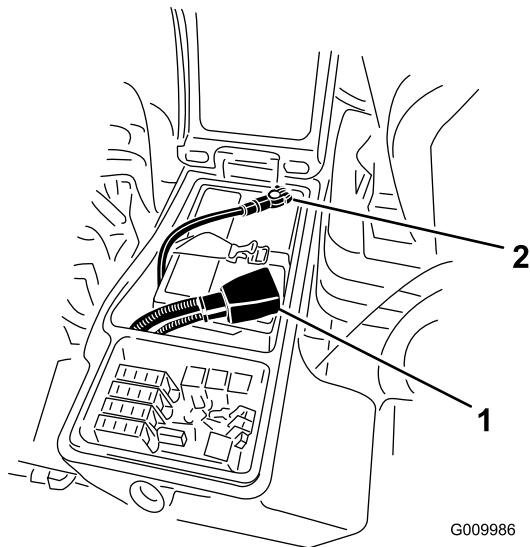

Figura 50
6. Ligue o cabo positivo (vermelho) no terminal positivo (+) e o cabo negativo (negro) no terminal negativo (-) da bateria (Figura 50).